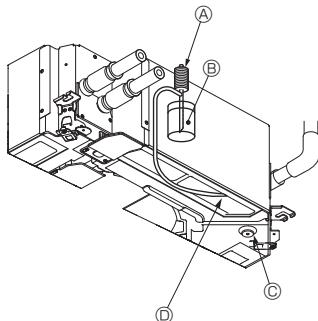

Fig. 7-5
7.4. Kontrola odprowadzania skroplin (Fig. 7-5)